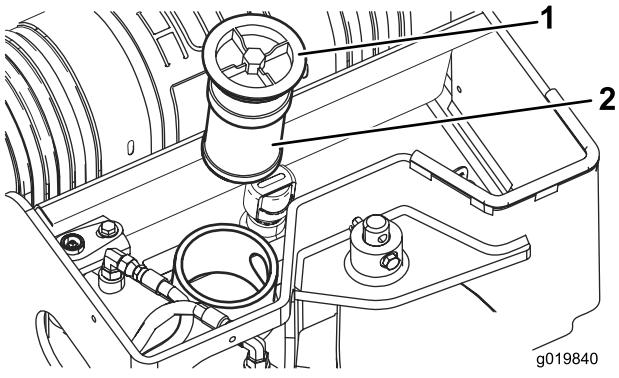

Figura 59
- Togliete il filtro dell'olio e gettatelo (Figura 59).
- Inserite il filtro idraulico di ricambio e il tappo di riempimento (Figura 59) e serrate il bullone della parte superiore a 21–25 Nm.
- Togliete il tappo del serbatoio idraulico e il filtro (Figura 59).
- Inserite il filtro idraulico e il tappo di riempimento (Figura 59) e serrate il bullone della parte superiore a 21–25 Nm.